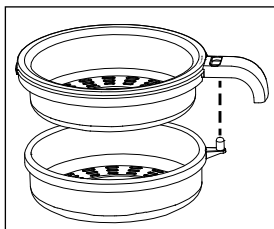

Fig. 1
- ◆ Se necessário, desenrole o cabo de ligação do dispositivo de enrolamento do cabo ❷.
- ◆ Coloque a base ❶ sobre uma superfície seca e plana.
- ◆ Monte o filtro ❹/❺. Para este fim, coloque as duas peças uma sobre a outra, de modo que o botão seletor ❻ sobressaia através da respetiva abertura na peça superior ❹ (Fig. 1). Pressione as duas peças uma contra a outra, até encaixar.